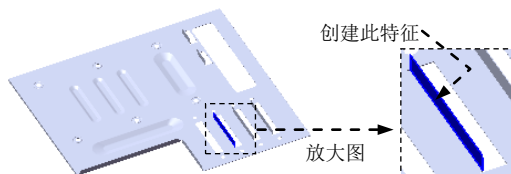
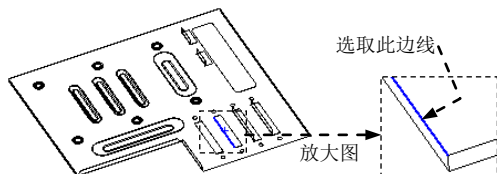

图 17.10.111 创建边线—法兰 9
图 17.10.112 定义特征的边线
Step34. 创建图 17.10.111 所示的边线—法兰 9。选取图 17.10.112 所示的模型边线为生成边线法兰的边线。详细过程请参见 Step32。